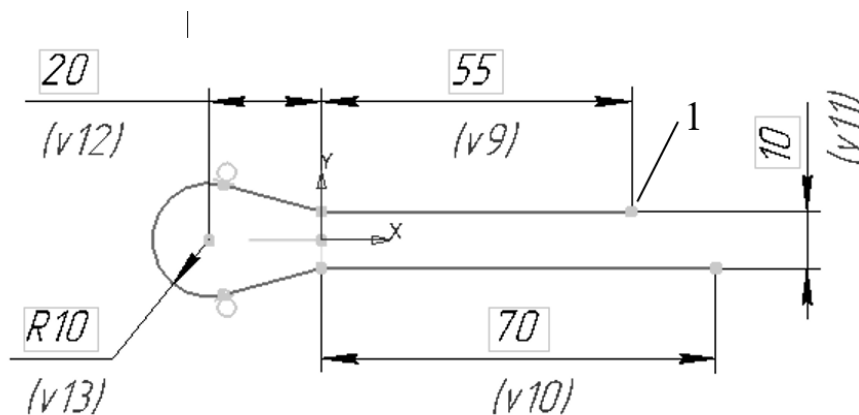

Рисунок 2.4.3 — Эскиз-траектория модели
- определите положение плоскости: в **Дереве** модели выделите "Плоскость ZY", затем мышкой непосредственно в **Графической области** укажите на точку 1 построенной траектории (рисунок 2.4.3);